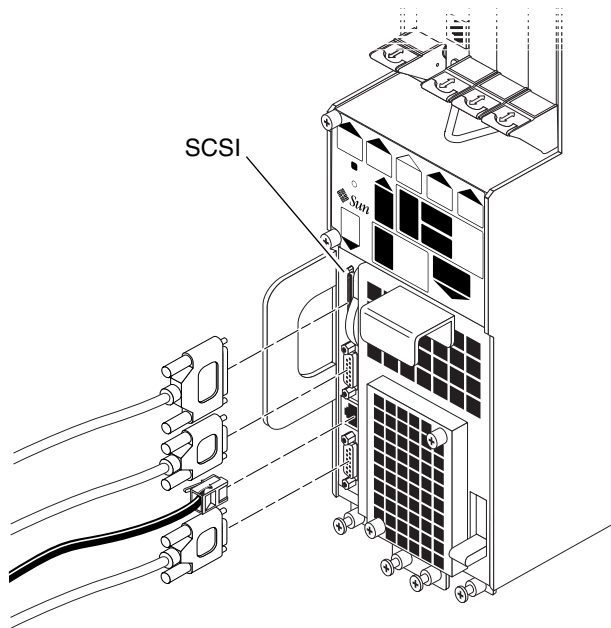
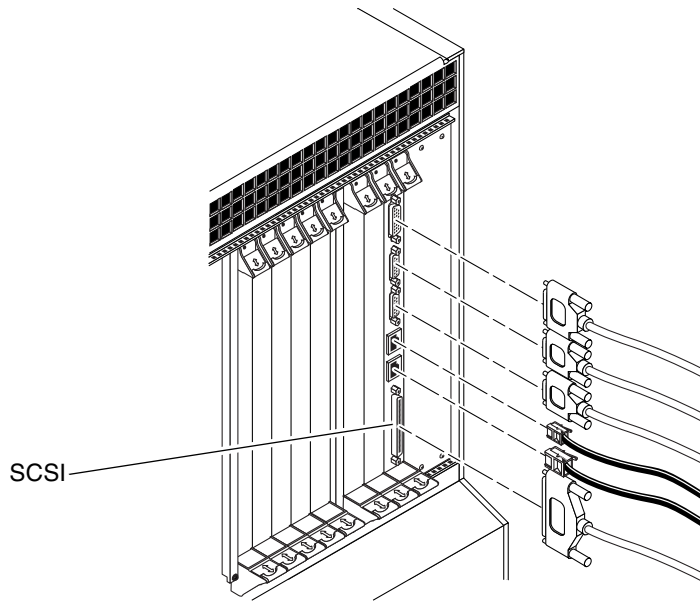
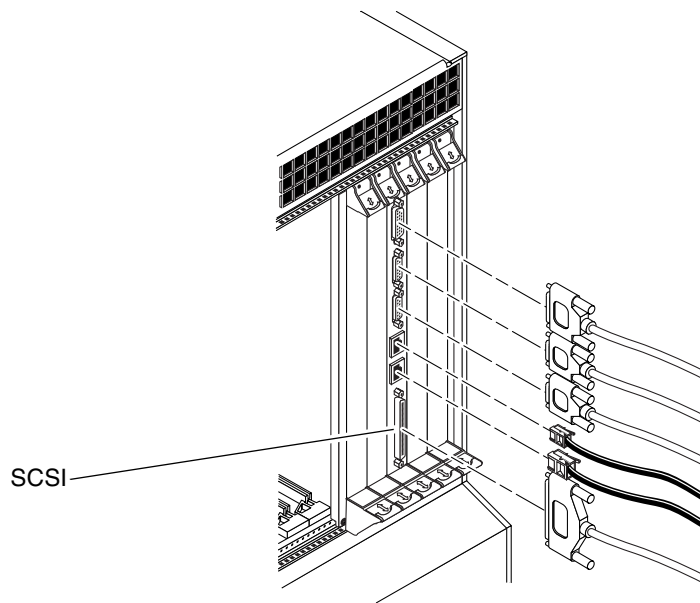

FIGURE 5-43 Emplacement du port SCSI sur la carte de branchement avant du CPU (serveur Netra ct 400)
FIGURE 5-44 Connecteurs de la carte de branchement arrière du CPU (serveur Netra ct 800)
FIGURE 5-45 Connecteurs de la carte de branchement arrière du CPU (serveur Netra ct 400)
- Si vous disposez d'un serveur Netra ct 400 à *accès avant*, le port SCSI se trouve sur la carte de branchement avant du CPU, à gauche de l'alimentation (FIGURE 5-43).
- Si vous disposez d'un serveur Netra ct 800 ou d'un serveur Netra ct 400 à *accès arrière*, le port SCSI se trouve sur la carte de branchement arrière du CPU, qui est installée à l'arrière du châssis dans l'emplacement E/S 1 sur le serveur Netra ct 800 ou dans l'emplacement E/S 3 sur le serveur Netra ct 400. La FIGURE 5-44 illustre l'emplacement des connecteurs de la carte de branchement arrière du CPU du serveur Netra ct 800, tandis que la FIGURE 5-45 illustre l'emplacement des connecteurs de la carte de branchement arrière du CPU du serveur Netra ct 400. La carte de branchement arrière du CPU est identique dans le serveur Netra ct 800 et le serveur Netra ct 400 ; seule sa position dans l'emplacement de carte arrière diffère.
- Si vous connectez un périphérique SCSI externe à la carte de branchement avant du CPU sur un serveur Netra ct 400 ou à la carte de branchement arrière du CPU sur un serveur Netra ct 800 ou 400, connectez l'extrémité VHDC de l'adaptateur VHDC-à-SCSI 3 sur le port SCSI de la carte de branchement (référez-vous à la FIGURE 5-43, FIGURE 5-44 ou FIGURE 5-45).